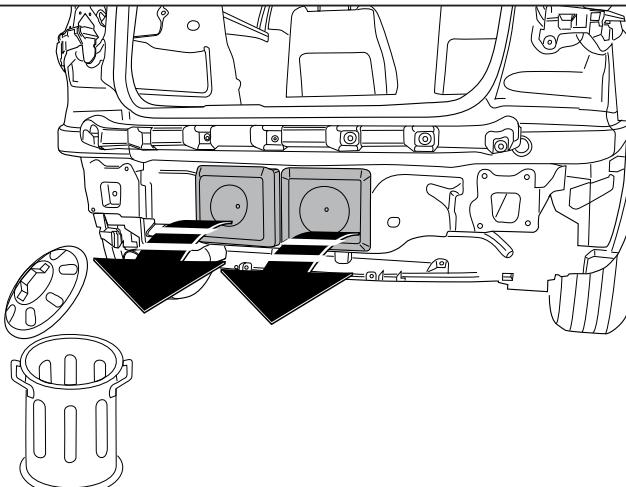

FIG.1
4. Снять пластмассовые защитные колпаки. Эта деталь / эти детали больше не понадобятся. См. рисунок 1. Выпилить обозначенные части, как указано на рис. 3.